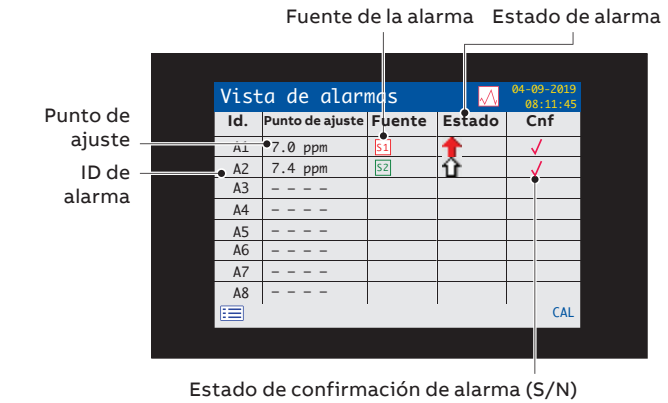

Figura 10 Vista de alarmas
- Vista de alarmas: muestra una lista de alarmas, fuentes y estados; consulte la Figura 10